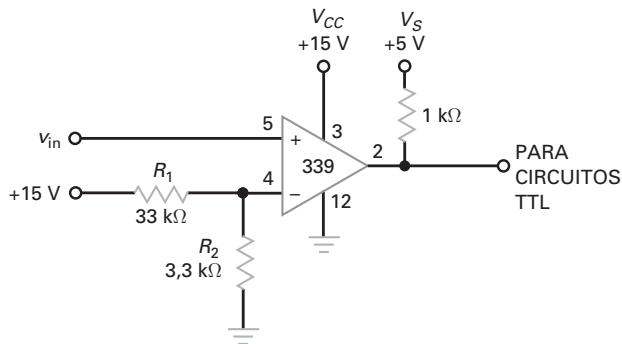

Figura 20-48
- 20-9** Na Figura 20-48, qual o ciclo de trabalho de saída se a entrada for uma onda senoidal com um pico de 5 V?
- 20-39** Sugira uma ou mais alterações na Figura 20-48 para obter uma tensão de referência de 1 V.
- 20-40** A capacitância parasita na saída na Figura 20-48 é 50 pF. Qual é o tempo de subida da forma de onda de saída quando ela comuta do nível baixo para o alto?
- 20-41** Um capacitor de desvio de $47 \mu\text{F}$ é conectado em paralelo com o resistor de $3,3 \text{ k}\Omega$ na Figura 20-48. Qual a frequência de corte do circuito de desvio? Se a ondulação da fonte for de 1 V_{rms}, qual a ondulação aproximada na entrada do inversor?